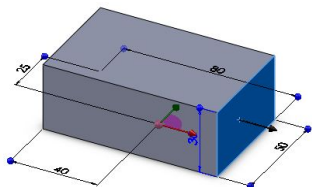

图 4-101 选择草绘平面
(6) 单击拉伸实体的侧面，如图 4-101 所示，再单击【特征】工具栏中的 【拉伸切除】按钮，系统进入草绘状态。
(7) 此时草绘平面和视线并不垂直，单击绘图区上方的 【视图定向】按钮，弹出各种视图方式，单击 【正视图】按钮，使草绘平面和视线垂直。